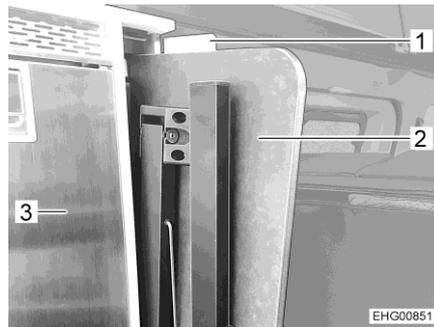

Bild 15 Tisch (in Staufach gesichert) (C 530)
Das Staufach befindet sich hinter einer Schrankklappe (Bild 15,1) neben dem Kühlschrank (Bild 15,3).
- Schrankklappe (Bild 15,1) öffnen.
- Zusammengeklappten Tisch (Bild 15,2) in das Staufach schieben.